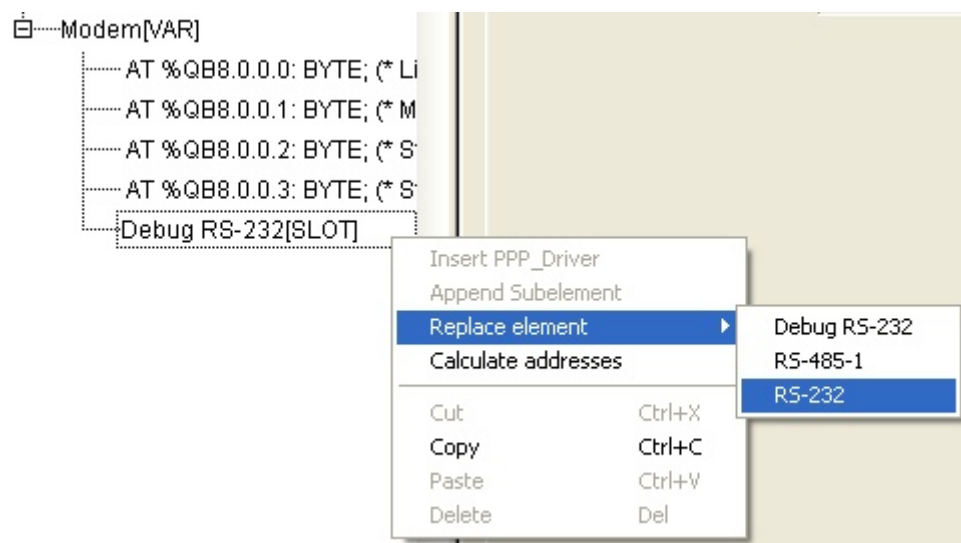

Рис.1.5
6) Выбрать интерфейс подключения gsm-модема (Рис.1.5).